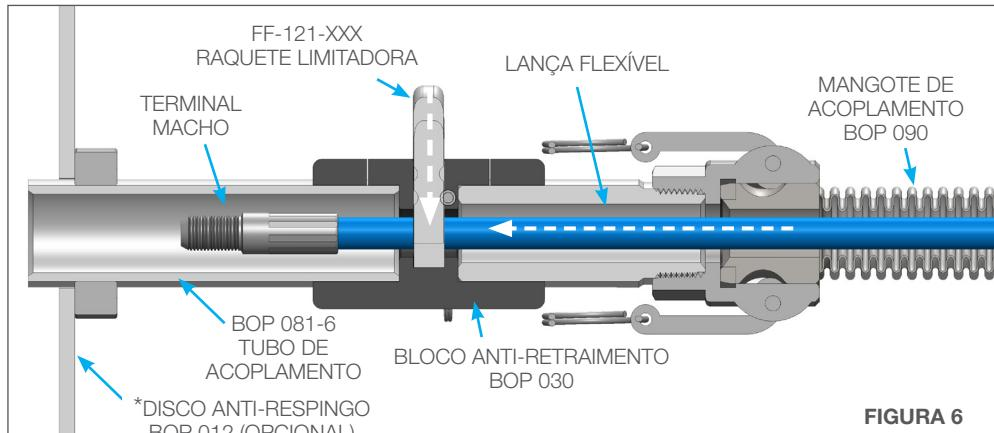

FIGURA 6
6. Remova o Pino de Liberação Rápida e a Raquete Limitadora do Bloco Anti-retraimento. Avance o terminal macho da lança até passar do ponto de colocação da Raquete Limitadora. Em seguida, reinstale a Raquete Limitadora e o Pino de Liberação Rápida. Tente puxar a lança para fora, verificando se o Terminal Macho da Lança é detido pela Raquete Limitadora. **(Figura 6)**